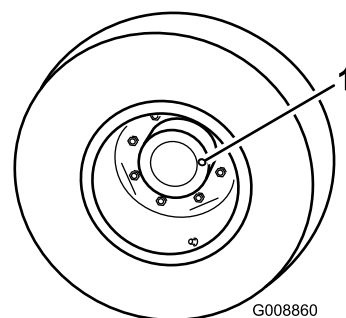
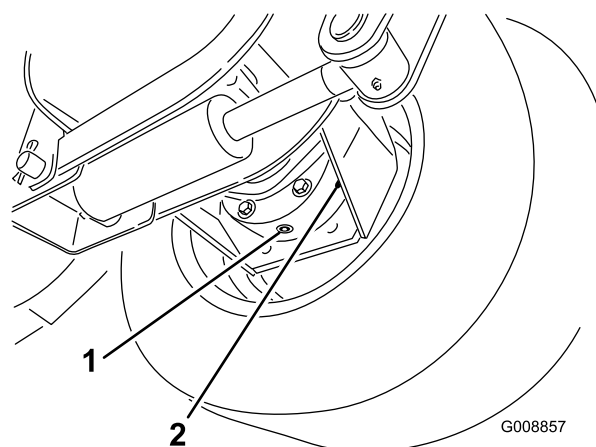

図 72
図 73
1. 平らな場所で、ホイールの点検/ドレンプラグ（図 72）が時計の3時または9時の位置に来るように停止させる。
2. プラネタリ（図 72）についている点検プラグとブレーキハウジング（図 73）についている点検プラグを取る。それぞれの点検プラグの高さから3mm以内の高さまでオイルが入っていれば適正である。
3. ホイールの反対側では、ブレーキハウジング下に容器を置く (図 73)。